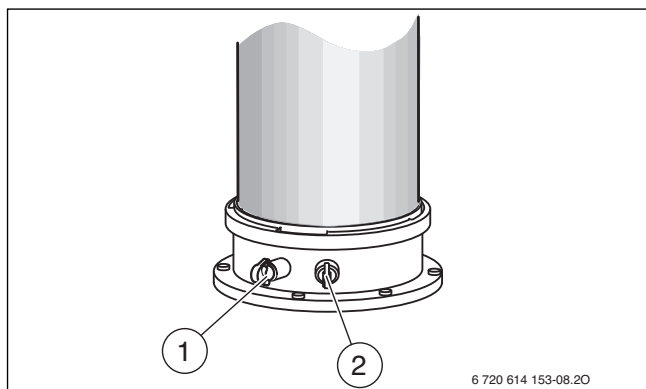

Bild 36 Abgasmessstutzen und Verbrennungsluft-Messstutzen
- ▶ Stopfen am Abgasmessstutzen [1] entfernen (→ Bild 36).